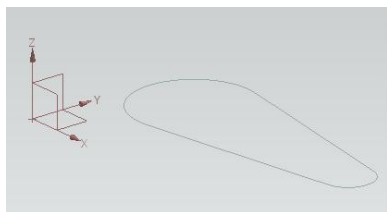

Рис.13
- Всё. Теперь мы можем сделать файл *wp_model отображаемой деталью*, и убедиться в том, что в его проекте уже присутствует контур выреза детали обстановки (рис.13).